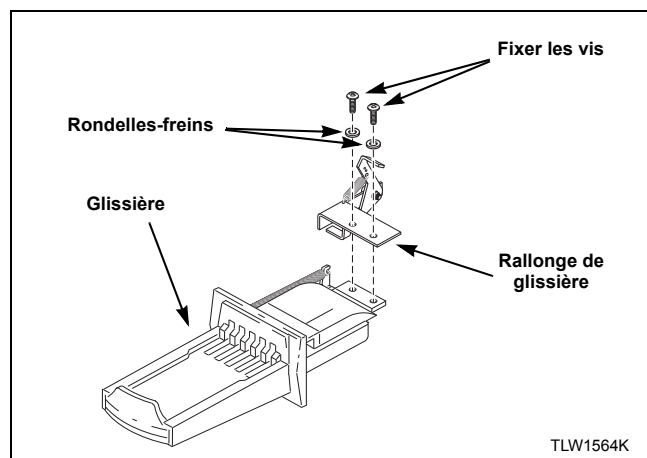

Figure 15
1. Installer l'extension de la glissière sur la partie supérieure de la glissière à l'aide des deux vis restantes et des rondelles de blocage. Se reporter à la *Figure 15*.
3. Installer l'extension de la glissière sur la partie supérieure de la glissière à l'aide des deux vis restantes et des rondelles de blocage. Se reporter à la *Figure 15*.